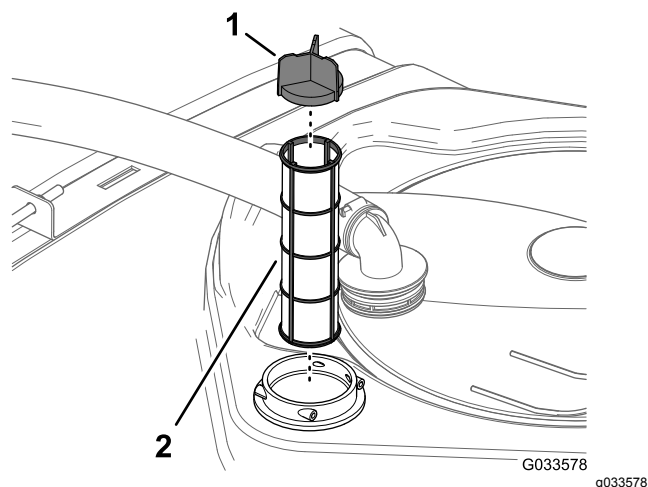

Figura 47
4. Estraete il filtro di aspirazione dall'alloggiamento del filtro nel serbatoio (Figura 47).